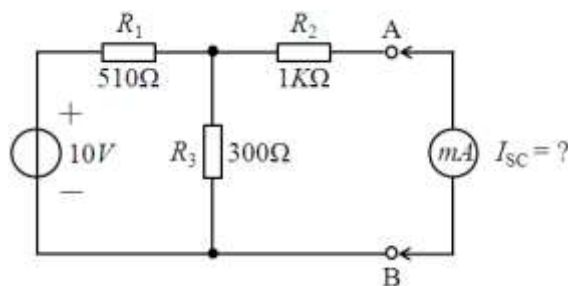

图 2.3
- (1) 测量电路如图 2.3 所示，直流稳压电源电压为 10V。
(2) 用毫安表测量通过含源线性单口网络两个端口 A、B 间的电流，即为短路电流 I_{SC} 。